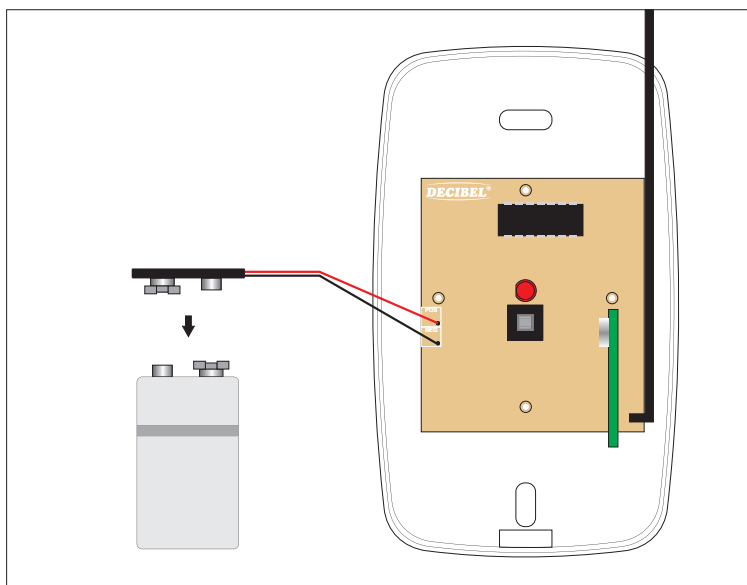

**Figura 6**
- Fixe a base do **D371-1** na superfície escolhida através de 2 parafusos (Figura 6);